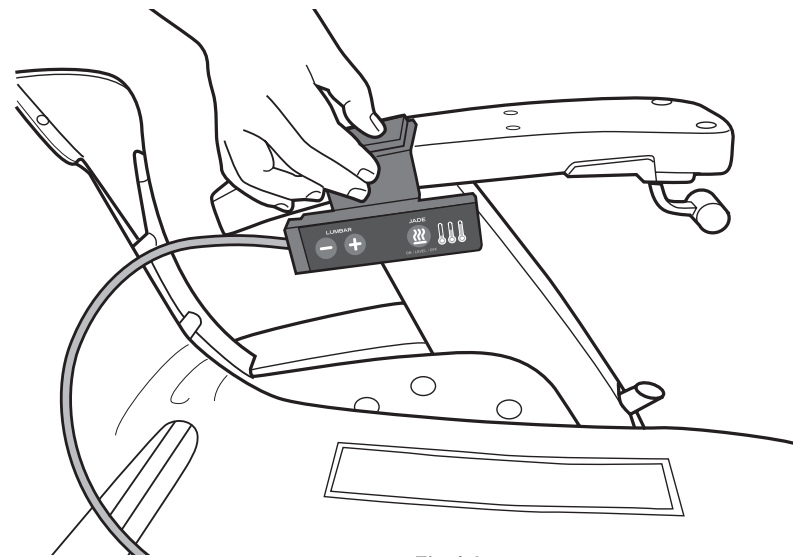

Fig.14
2. Coloque el panel de control en posición en el apoyabrazos, por encima del brazo de la silla, como se muestra en la figura (Fig.14).